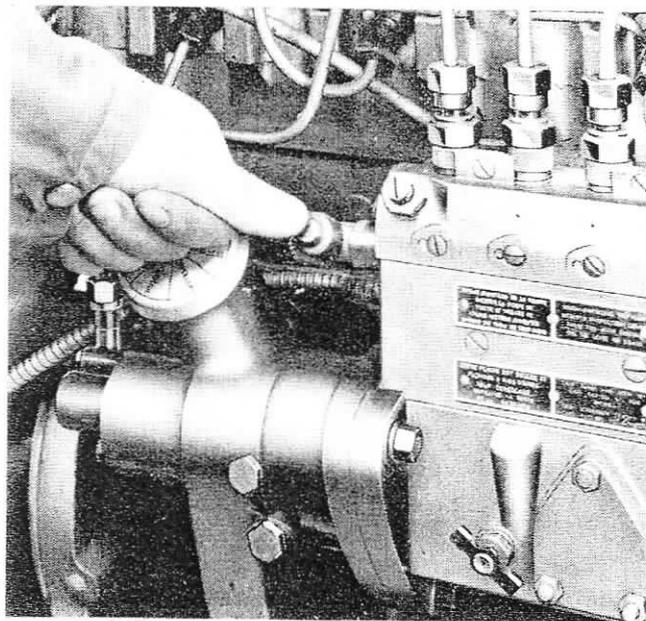

Fig. 33
2. Appuyer sur le bouton de surcharge de la pompe d'injection (fig. 33).